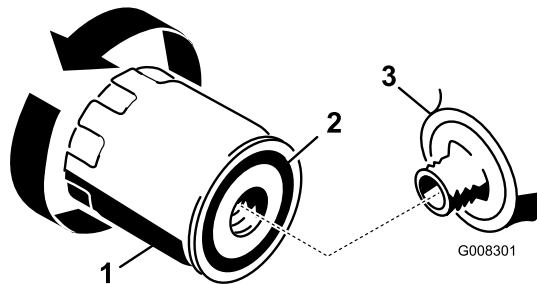

Bild 25
2. Entfernen Sie den alten Ölfilter und wischen Sie die Dichtfläche am Anbaustutzen ab (Bild 25).
3. Schmieren Sie die Gummidichtung am neuen Ölfilter (Bild 25) mit etwas Frischöl ein.
5. Ziehen Sie den Filter um eine weitere 1/2 bis 3/4 Umdrehung (Bild 25).